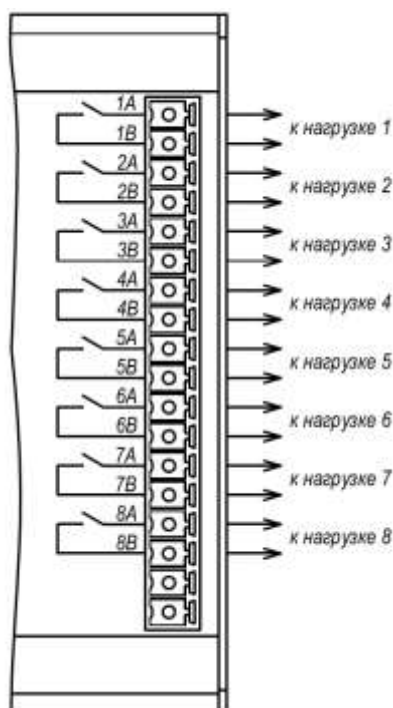

Рисунок 1.4 – Контактные группы модуля S-100-RO8
1.4.1.2 Восемь релейных выходов модуля выполнены в виде нормально разомкнутых контактов электромагнитных реле, см. рисунок 1.4.